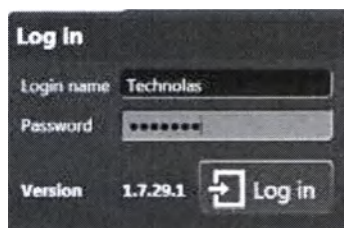

Рис. 27. Версия программного обеспечения и регистрационные данные
1. ➤ Введите свои данные: Login name [Регистрационное имя] и Password [Пароль] (рис. 27).
2. ➤ Нажмите кнопку Log in [Вход в систему] (рис. 27).